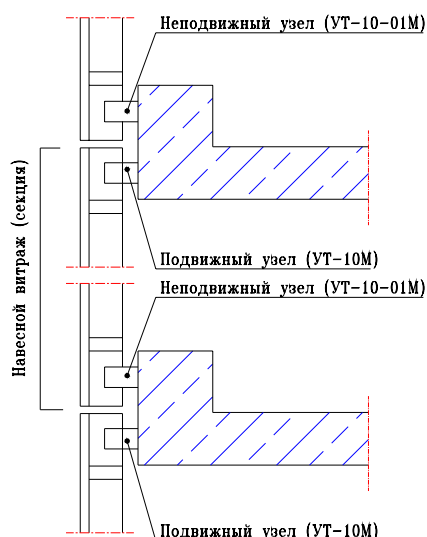
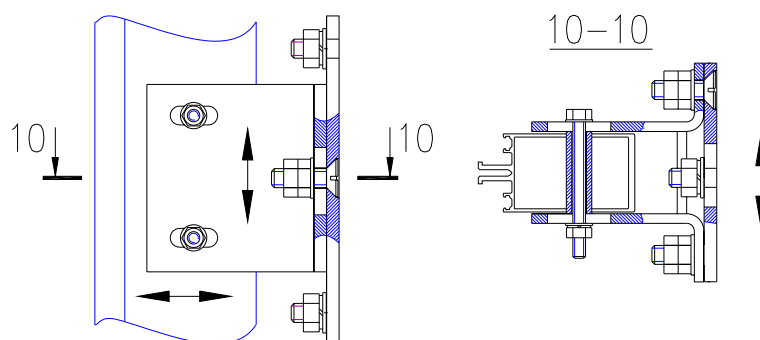

Рис. 10-10 Фрагмент здания (перекрытия)
Рис. 10-11 Монтажный узел УТ-10М
- При монтаже навесного витража монтажная марка навешивается на четыре монтажных узла, которые предварительно устанавливаются на перекрытии (стене) здания. Нижние монтажные узлы неподвижные, верхние – подвижные для компенсации температурных расширений (см.рис.10-10). Конструкция узлов позволяет регулировать положение монтажной марки в трех плоскостях (см.рис.10-11);